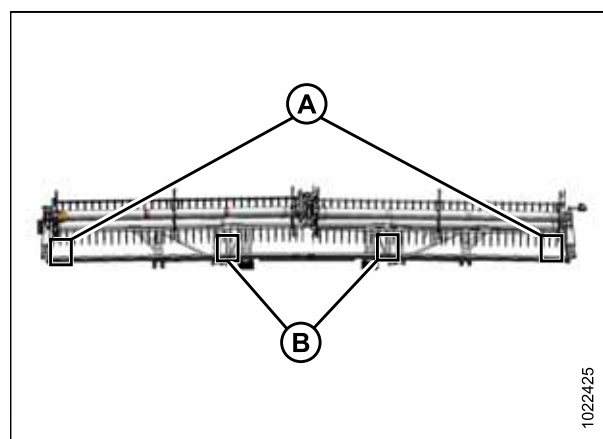

Figura 5.210: Pontos de medição
8. Meça a distância (X) entre os pontos (C) e (D) nas extremidades de cada molinete (A), e nos locais flexíveis (B). (Consulte a figura 5.210, página 503 para os locais de medição.)